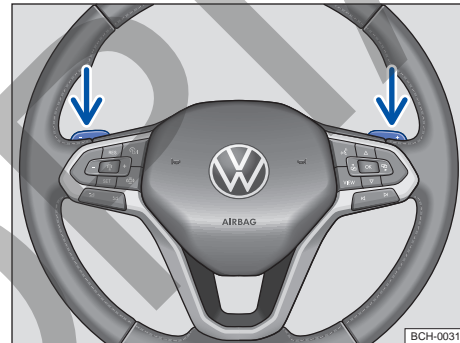

Fig. 102 Volante con selectores basculantes de Tiptronic.
- Presione la palanca selectora basculante derecha → **fig. 102** hacia el volante para aumentar la marcha.